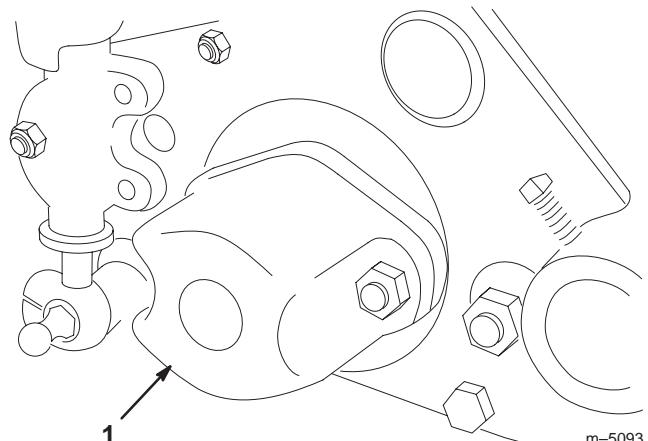

Figure 13
- A. Retirez les écrous de fixation du couvercle d'extrémité du contrepoids et déposez le couvercle des goujons de montage (Fig. 13).
- C. La clé étant en place, maintenez le cylindre immobile et serrez l'écrou de réglage du roulement (Fig. 13). Continuez de serrer jusqu'à ce que le frottement sur le cylindre soit d'environ 1 Nm.
- D. Insérez le boulon dans l'extrémité de l'arbre du cylindre (Fig. 13) et vérifiez le couple de serrage avec une clé dynamométrique.
2. Déposez le couvercle d'extrémité du contrepoids (Fig. 13).